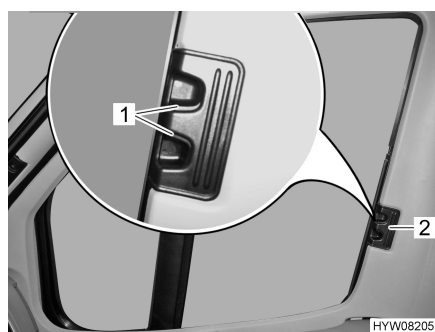

Fig. 18 Dispositif occultant plissé pour la fenêtre côté conducteur/passager
- Presser les poignées de déverrouillage (Fig. 18,1) et les maintenir pressées.
- Tirer les dispositifs occultants plissés pour les fenêtres côté conducteur et côté passager par la poignée (Fig. 18,2) vers l'autre côté de la fenêtre et les rassembler au niveau de la piste magnétique.
- Pousser les dispositifs occultants plissés pour les fenêtres côté conducteur et côté passager jusqu'à la butée au niveau de la poignée (Fig. 18,2).
- Lâcher les poignées de déverrouillage (Fig. 18,1) et les faire s'enclencher.